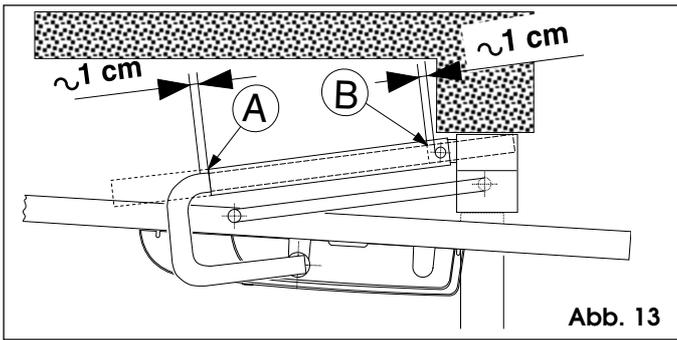

Abb. 13
**• Gebogener Arm (Abb. 13)**
Positionierung des Teleskoparms gemäß Abb. 13 simulieren. Mantel in Pos. A und Arm in Pos. B abschneiden.